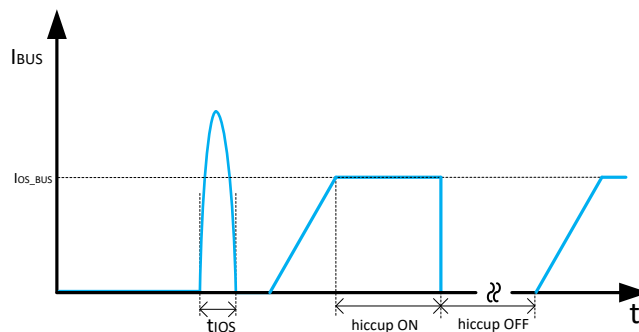

図 10-5. バス短絡に対する応答時間
- 1 つ目の状態は、デバイスに電源が供給されているか、またはイネーブルのときに、USB 出力に短絡、または過負荷が発生した場合です。突入電流が発生し、それにより約 8A のスレッシュホールドがトリガされると、高速ターンオフ回路が作動して、 t_{IOS_USB} 以内に USB パワー・スイッチがオフになり、電流制限制御ループが応答できるようになります (図 10-5 を参照)。高速ターンオフがトリガされると、この間、USB パワー・スイッチの電流センス・アンプはオーバードライブされ、内蔵の N チャンネル MOSFET を瞬時にディセーブルして USB ポートをオフにします。その後、電流センス・アンプは復帰し、出力電流をソフトスタートでランプアップします。それでも USB ポートがまだ過電流状態にある場合、短絡と過負荷は出力をグランドに対しゼロ電位に保持し、パワー・スイッチは出力電流を I_{OS_BUS} にランプします。過電流制限状態が 4.1ms 以上続くと、対応の USB チャンネルは、オフ時間 524ms、オン時間 4.1ms のヒカップ・モードに入ります。